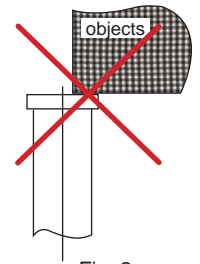

Fig. 2
- Nunca regule la válvula de seguridad (18), ha sido configurada en fábrica para evitar sobrecargas. Los componentes 10, 11, 18, 19, 20, 21 forman parte de la protección contra sobrecargas.
- Nunca eleve apoyando en el borde de la cabeza del gato (Fig. 2). La carga siempre debe estar centrada a la línea central del gato.